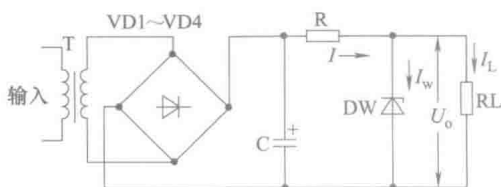

图 1-13 稳压二极管稳压电路
(1) 稳压二极管稳压电路 如图 1-13 所示，电路由电阻  $R$  和稳压二极管  $DW$  组成，图中  $R$  为限流电阻， $R_L$  为负载， $U_o$  为整流滤波电路输出的直流电压。